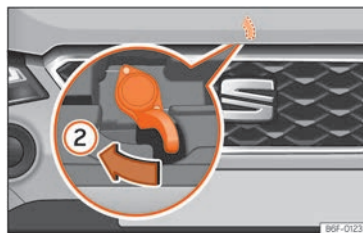

Fig. 180 Palanca sota el capó.
- Per aixecar el capó, feu pressió cap a l'esquerra amb el palmell de la mà mirant cap avall a la palanca situada sota el capó, al centre »» fig. 180 ②. Els ganxos de subjecció queden desbloquejats.